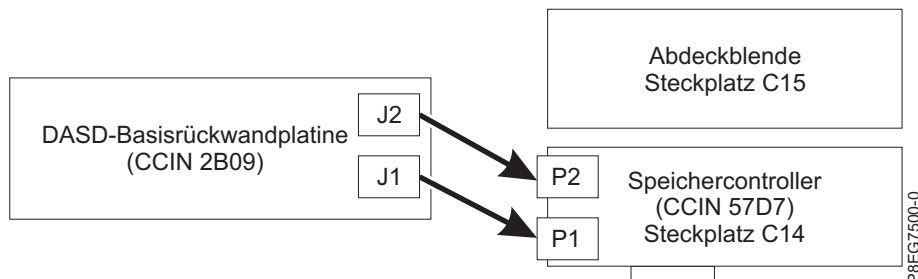

Abbildung 5. SAS-Kabel in einer Basisspeicherkonfiguration wieder anschließen
- Wenn sich in Steckplatz P1-C14 (Basisspeicherfunktion) ein interner PCIe3-x8-SAS-RAID-Adapter (CCIN 57D7) befindet, verbindet ein SAS-Kabel den Anschluss an der Rückwandplatine des unteren Plattenlaufwerks (J1) mit dem Anschluss P1 am Adapter. Das zweite SAS-Kabel verbindet den Anschluss an der Rückwandplatine des oberen Plattenlaufwerks (J2) mit dem Anschluss P2 an demselben Adapter. Siehe Abb. 5.